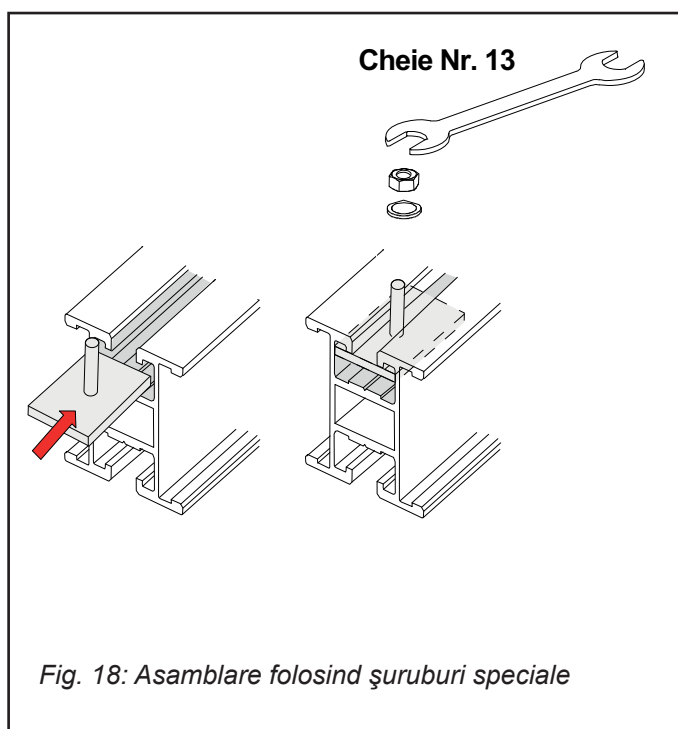

Fig. 18: Asamblare folosind șuruburi speciale
- Inserați șurubul M8 cu cap special (Fig.18) în canelura șinei.
- Fixați suportul în L al triunghiului de baza șinei folosind șuruburi, șaibe zimțate și piulițe. (fig 18) și securizați conexiunile.